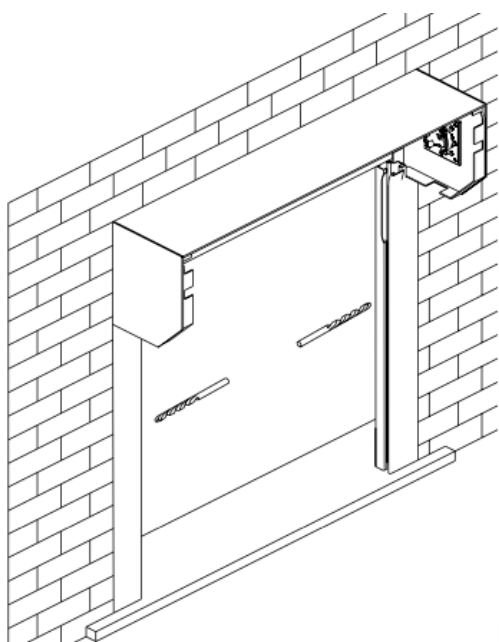

Fig.07
- Percer les trous afin d'installer les vis adaptées (Fig.07)